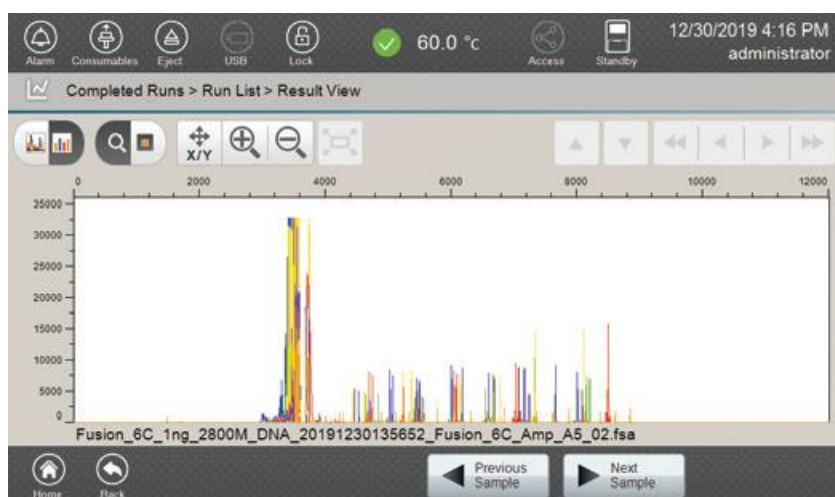

図 109 Result View 画面のエレクトロフェログラム
5. 評価したいランに対応する File Name でサンプルを選択し、フッターの **View** を選択すると、サンプルのエレクトロフェログラムデータ（図 109）を評価することができます。